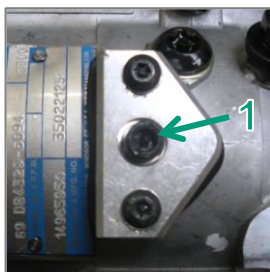

Fig. 3
- 1.2 Pour être sûr que le moteur est en compression-PMH, desserrez la vis 1 (Fig.3.) et tournez le moteur avec précaution jusqu'à ce que l'outil spécial (VM 6 848 0019) s'enclenche. (=premier cylindre de compression-PMH).